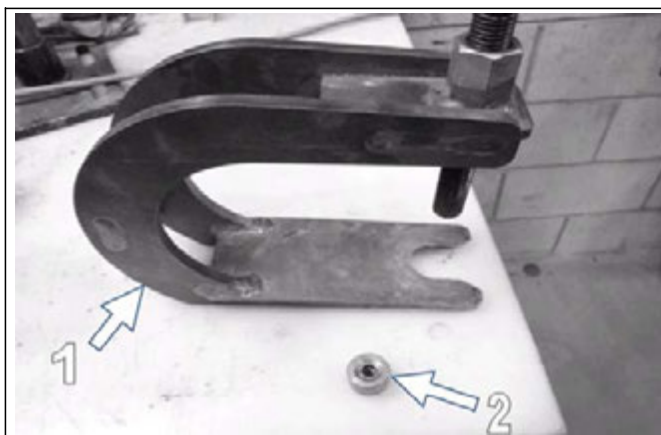

Рис. 23
Для замены колеса рекомендуется использовать выталкиватель компании «Самопласт» деталь № по каталогу 2000-00-1050 (поз. 1, Рис. 23), как это изложено ниже:
- Если болт не используется, можно поставить под шток выталкивателя центрующую проставку (поз. 2, Рис. 23).